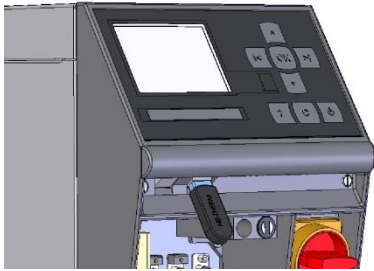

Fig. 73: Conectar el soporte de datos USB
2. Conectar el soporte de datos USB (Fig. 73).